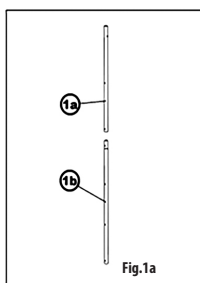
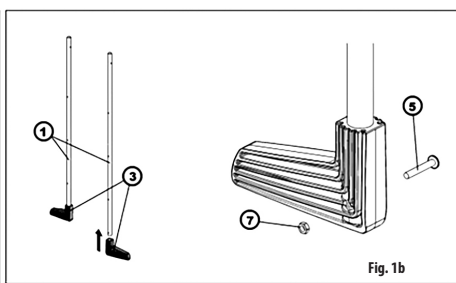

Fig. 1a
Fig. 1b
Tryck fast stödbågar (3) mot rätt ändskydd (utifrån håll) på ben (1). Skruva ihop fästena med de medföljande skruvar (5) och muttrar (7) (Fig. 1b). Förbereda den övre delen (1a) och nedre delen (1b) (Fig. 1a) när det gäller delade poolstegen 1,20 m.